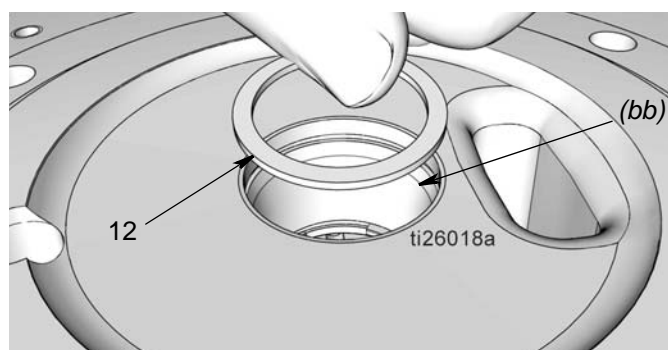

Рис. 32
- б. Убедитесь, что стопорное кольцо (51) находится на своем месте на боковой стороне основания насоса (1).
- в. Установите распорную деталь (12), как показано на Рис. 32.